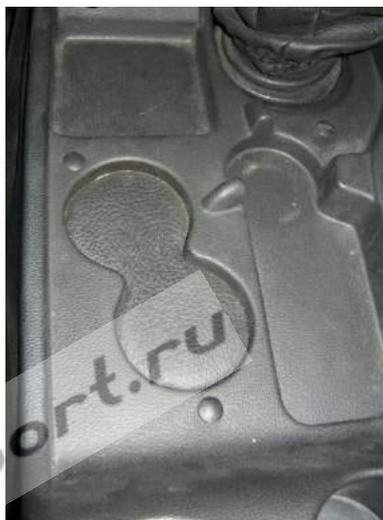

Рис. 14
5.25. Внешний вид облицовки тоннеля пола "Нивы" в готовом виде Рис.14.